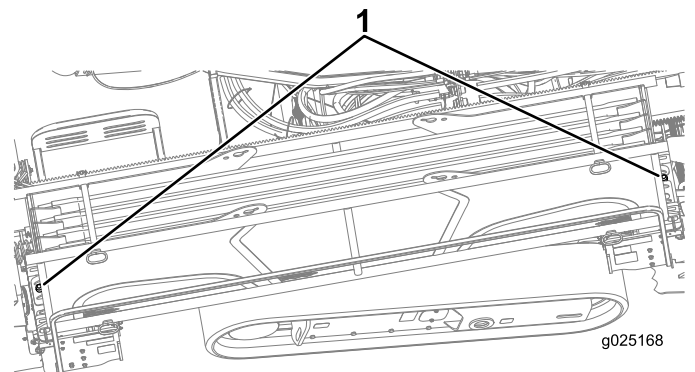

Figura 2
6. Con una grúa capaz de elevar 2,260 kg (5,000 libras), alinee el portatubos con los pasadores de posicionamiento delanteros y traseros del bastidor de empuje (Figura 2).